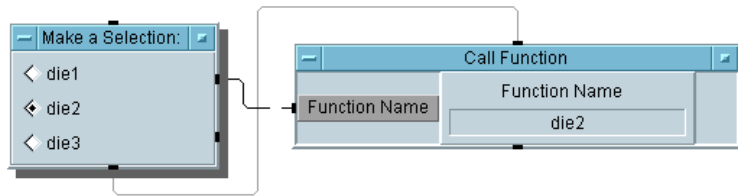

図 8-20. Dice Program(詳細ビュー)
10. [Device] ⇒ [Call] をクリックします。[Add Terminal] ⇒ [Control Input] を選択してから、[Function Name] を選択し、[OK] をクリックします。Function Name コントロール・ピンは Enum 値または Text 値を入力として受入れます。Radio Buttons のデータ出力ピンを Call Function オブジェクトの Function Name 入力端子に接続します。Radio Buttons のシーケンス出力ピンを Call Function のシーケンス入力ピンに接続します。Make a Selection: 内の [die2] をクリックし、図 8-20 に示すように、Call Function Name が die2 に変わることに注目します。